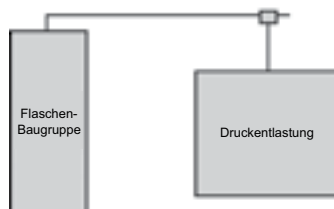

Abbildung 2
- A. Flaschenbatterie (siehe Abbildung 2). Die Flaschen-Flaschenbatterie stellt eine praktische Methode dar, den Druck im Mantel zu halten. Weitere Informationen über die Einstellung des Drucks einer Flaschenbatterie finden Sie auf Seite 3.